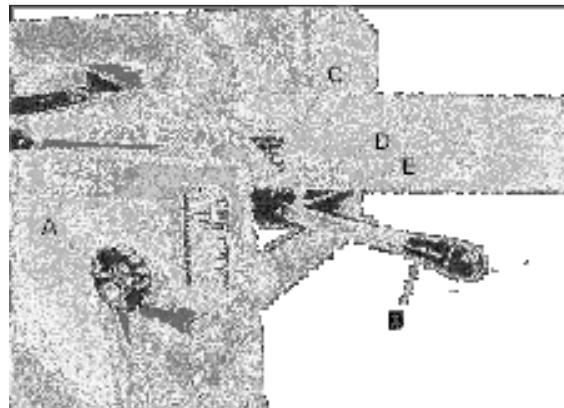

Рис. 17
1. Для установки глубины резания ослабьте маховик (A, Рис. 17), поворачивая его против часовой стрелки.
2. Поднимайте или опускайте регулировочный рычаг (B, Рис. 17), чтобы увеличить или уменьшить высоту подающего стола. Указатель (C, Рис. 17) показывает глубину резания на расположенной рядом шкале.
3. Плотно затяните маховик (A, Рис. 17).
Стопорный винт (D, Рис. 17) подающего стола должен быть установлен таким образом, чтобы подающий стол был точно выровнен с ножами (указатель шкалы должен быть на нулевой отметке), когда винт касается стола. Стопорный винт был отрегулирован на заводе-изготовителе, но оператору следует проверить регулировку перед началом использования фуговального станка. По мере эксплуатации станка регулировку винта следует периодически проверять.
Регулировка высоты подающего стола осуществляется по тому же принципу, что и регулировка разгрузочного стола. Установите поверочную линейку так, чтобы она проходила через разгрузочный стол, ножевой вал и подающий стол. Ослабьте шестигранную гайку (E, Рис. 17) и при необходимости отрегулируйте стопорный винт (D, Рис. 17). По завершении затяните шестигранную гайку (E, Рис. 17).
указатель шкалы (С, Рис. 17) выходит за ее пределы, ослабьте указатель с помощью отвертки и установите его на нулевую отметку. Затем снова затяните винт.